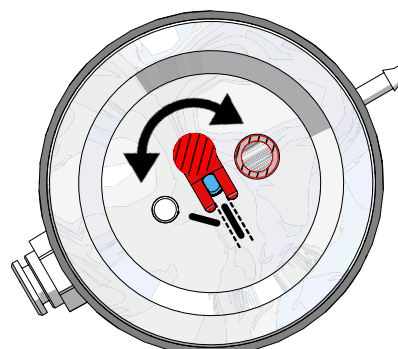

Fig. 13
- ⇒ Ved blæsetanke 25 - 70 µm skal doseringsdysen justeres (fig. 13)!